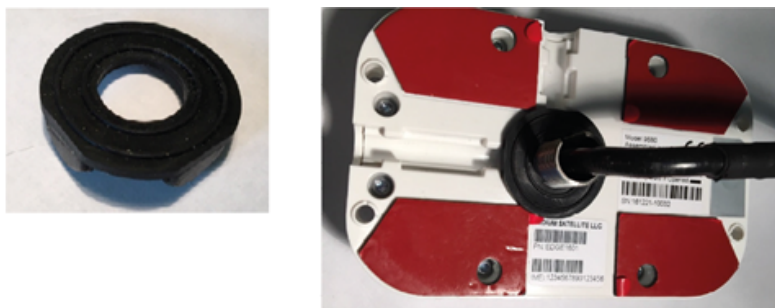

Рис.12. Установка резиновой втулки.
- установить резиновую втулку из монтажного комплекта (Рис.12, слева) на шлицевую головку. Убедиться, что втулка плотно прижата к основанию устройства «iSat-IR»;